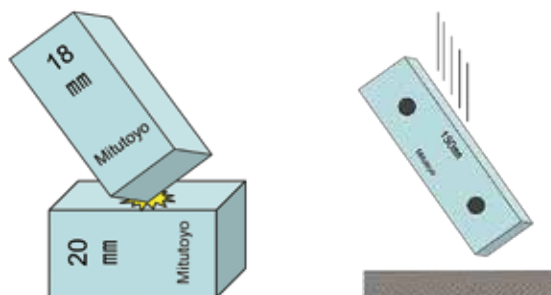

Fig. 1
1. Maneje los bloques patrón con mucho cuidado para prevenir daños a las caras de medición debidos a impactos entre sí o por caídas (**Fig. 1**). Los daños tales como rebabas afectarán adversamente la exactitud de cualquier medición que se haga.